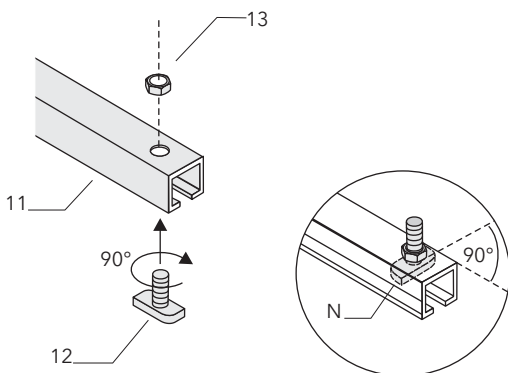

Fig. 9 Préparation des rails de montage au sol
● **Fixation des profilés de montage (Fig. 9 et 10)**
Montez au sol les vis qui permettront plus tard la fixation des capteurs. Boulonnez en plus les vis à tête marteau (12) à l'aide des écrous (13) aux extrémités des profilés (11) conformément à la Fig.9.